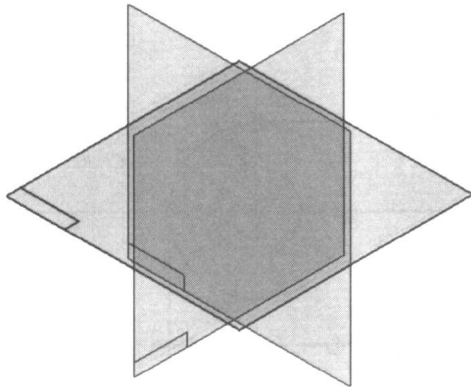

图 1-39
2. 在特征工具条中选择绘制草图命令 ，在动态工具条中，选择重合参考面（如图 1-38 所示），再选择 3 个基本参考面中的任意一个（如 $x-y$ ）平面（如图 1-39 所示），进入二维草图绘制。